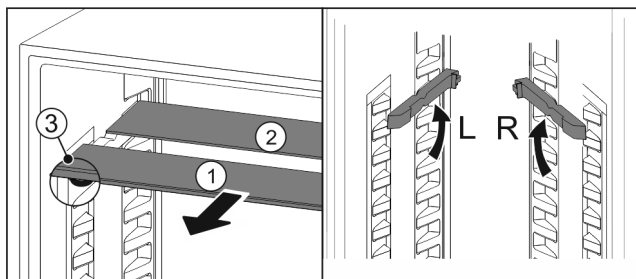

Fig. 17
- ▶ Trekk glassplatene enkeltvis fremover og ut Fig. 17 (1).
- ▷ Glassplate Fig. 17 (1) med pyntelist ligger foran.
- ▷ Stoppere Fig. 17 (3) peker nedover.